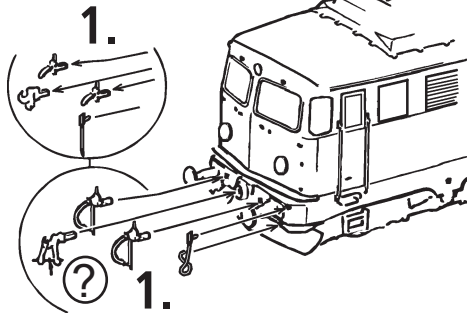
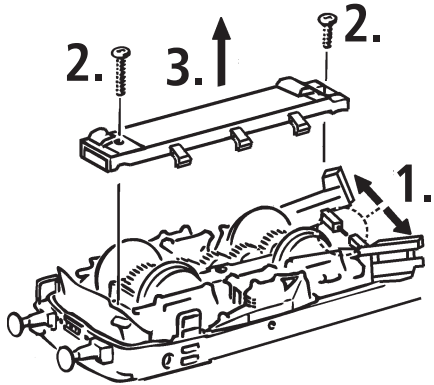

Fig. 3
Fig. 4
**3. Haftreifenwechsel:** Zuerst den Getriebedeckel abnehmen (Fig. 3). Danach den **Radsatz** herausnehmen und die **Haftreifen** mit einer Nadel od. mit einem feinen Schraubendreher abziehen (Fig. 4). Beim Aufziehen der neuen Haftreifen darauf achten, dass diese sich nicht verdrehen.
**3. Change of traction tyre:** Remove the gear cover (fig. 3). Take out **wheel set** and remove **traction tyre** using a pin or a fine screwdriver (fig. 4). When pressing on the new traction tyre please **avoid twisting it**.
**3. Échange des bandages d'adhérence:** Démontez d'abord **le couvercle du carter des engrenages** des engrenages (fig. 3). Délogez ensuite les essieux bandagés et enlevez, à l'aide d'une aiguille ou d'un tournevis fin, les bandages d'adhérence (fig. 4). Lors du montage des nouveaux bandages veuillez veiller à ce que les bandages **ne soient pas tordu**.